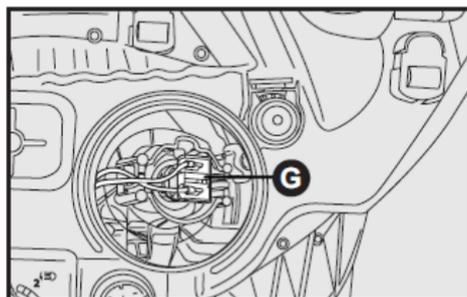

fig. 18
- Quitar el conector G-fig. 18 tirando del mismo para soltar del resorte de fijación;